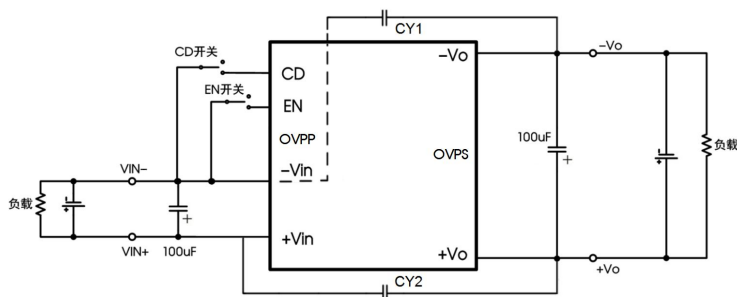

图 2
①热插拔可能会损坏模块；
②测试方法基于应用电路图 2。
所有该系列的 DC/DC 转换器在出厂前，都是按照(图 2)推荐的测试电路进行测试的。